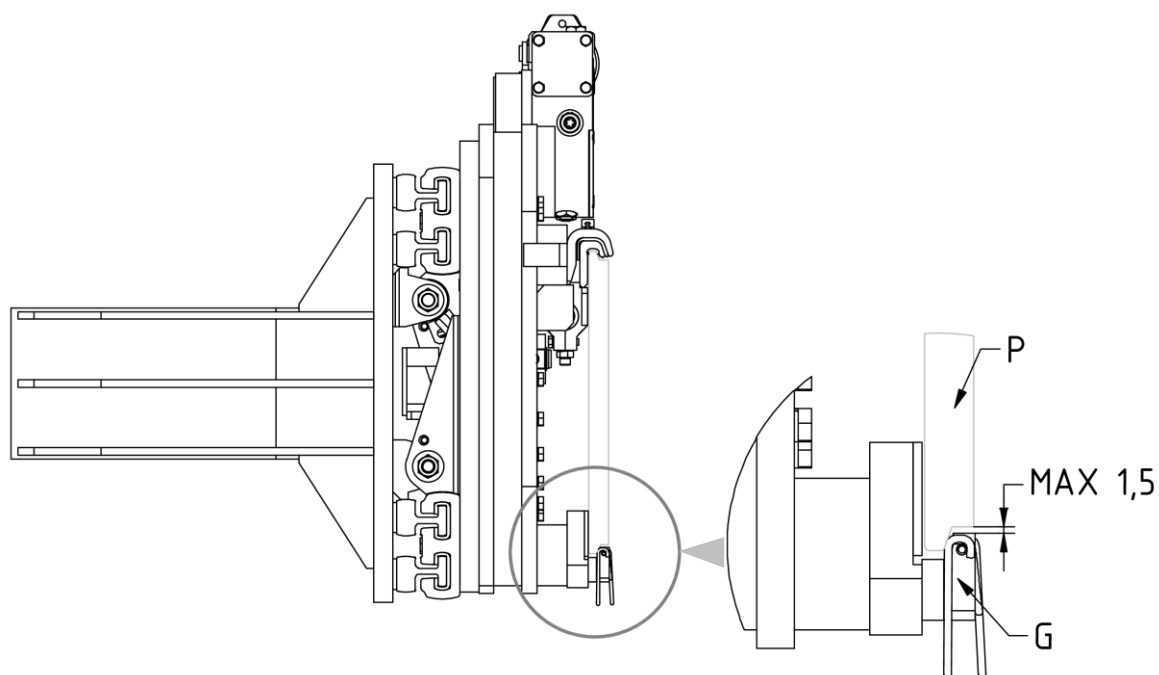

Figura 9
8. Atornillar los dos ganchos inferiores **G** para que su cuerpo quede enganchado debajo a la placa porta horquillas **P** (con un juego máximo de 1,5 mm, mira *Figura 9*), apretando con el par de apriete indicado en la *Tabla 4*.